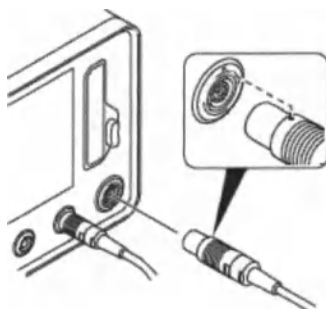

Рисунок 79 — подключение рукоятки
2. Установите коннектор кабеля рукоятки в порт рукоятки на консоли (рисунок 79).